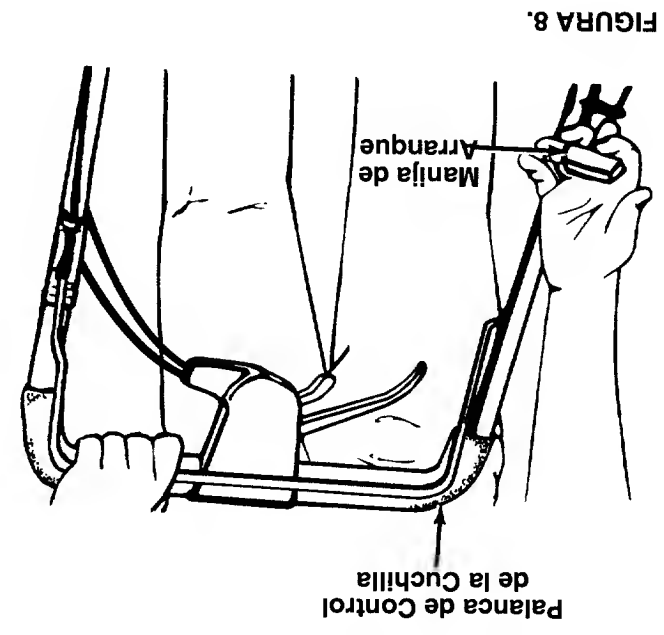

FIGURA 8.
- Sostenga la palanca de control de la cuchilla contra el mango superior. Vea la figura 8. Agarre la palanca de arranque y jale la cuerda lentamente hasta que el motor llegue al principio de su ciclo rotativo (al llegar a este punto, notará un poco de resistencia en la cuerda). Deje que la cuerda vuelva a posición normal.